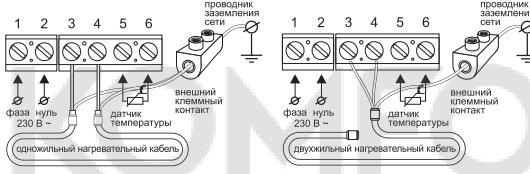

Рис. 3
Выходы нагревательной секции или мата подключаются к клеммам 3 и 4; выводы экранирующей оплетки (желто-зеленый провод) - к линии защитного заземления (PE) через внешний клеммный контакт (не входит в комплект поставки) (рис. 3).